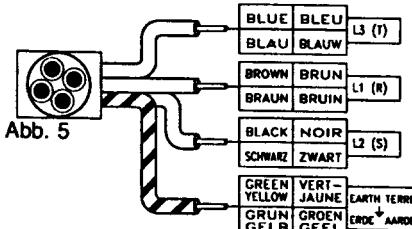

Abb. 5
- Die übrigen Drähte mit den Farben Schwarz, Braun und Blau müssen an die Klemmen mit den Bezeichnungen L1, L2, und L3 oder R, S, und T. (Siehe Abb. 5)